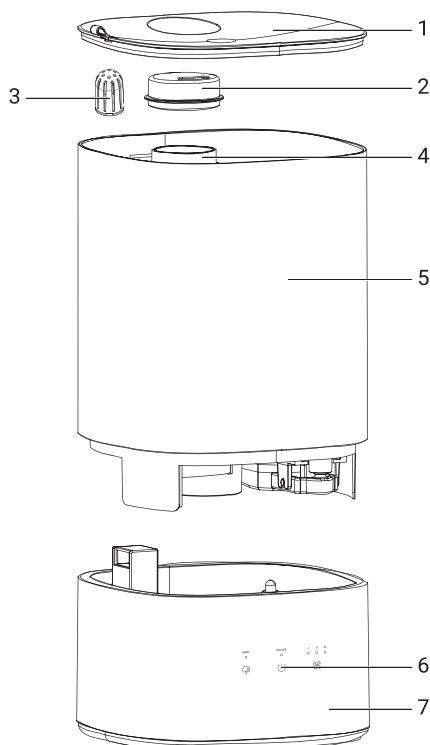

Рис.1.
- До начала чистки необходимо выключить прибор кнопкой переключения режимов (рис. 1) и отключить устройство от сети.
- Снимите крышку распылителя и выньте емкость для воды (рис. 1). Слейте воду из основания прибора. Следите за тем, чтобы вода не попала в шахту вентилятора. Если это произошло, необходимо дать прибору высоконуть и обратиться в сервисный центр.